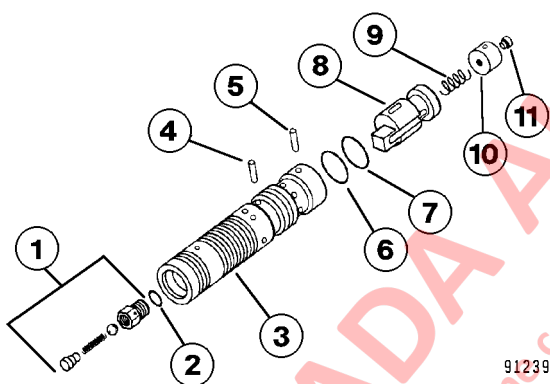

FIGURA 6-5. CONJUNTO DEL CARRETE DEL AMPLIFICADOR
2. Desmonte el tapón de la válvula de alivio (20) y el sello (5). Utilice una llave Allen para tornillos de cabeza hexagonal de 8 mm para desmontar el conjunto de la válvula de alivio (19). Luego, desmonte el sello de acero (6).
3. Utilice una llave Allen para tornillos de cabeza hexagonal de 13 mm para desmontar el tornillo (11) y la arandela de seguridad (12) de la cubierta posterior (15). Utilice una llave Allen para tornillos de cabeza hexagonal de 13 mm para desmontar los tornillos (13) y las arandelas de seguridad (14). Desmonte la cubierta posterior (15).
4. Desmonte el tope del resorte (22) y el resorte (30), después retire el tope del resorte (23) y los resortes (28) y (29). Desmonte los O-ring (1) y (2) de la cubierta posterior (15).
5. Desmonte el control de resorte (24) y el carrete principal (37). Desmonte el carrete de la válvula de prioridad (41). Desmonte el control de resorte (24), los resortes (28) y (29) y el tope del resorte (23) de la carcasa (40).
6. De ser necesario, desmonte el conjunto del carrete del amplificador (25) y déjelo a un lado para volver a ensamblarlo más tarde (consulte la Figura 6-5).
7. Desmonte la válvula de impacto y de succión (21), luego colóquela a un lado para continuar con el desarme, de ser necesario.
8. Utilice una llave Allen para tornillos de cabeza hexagonal de 13 mm para desmontar el tornillo (11) y la arandela de seguridad (12) de la cubierta posterior (16). Utilice una llave Allen para tornillos de cabeza hexagonal de 13 mm para desmontar los tornillos (13) y las arandelas de seguridad (14). Desmonte la cubierta posterior (16).
9. Instale los O-rings (1), (2) y (3). Desmonte el resorte (17).
10. Desmonte la válvula de impacto y de succión (42), luego colóquela a un lado para continuar con el desarme, de ser necesario.
11. Desmonte el tornillo regulador (27), el tornillo regulador (33) y la válvula de retención (34).
NOTA: Solo desarme el conjunto del carrete del amplificador si debe reemplazar el O-ring (2, Figura 6-5), el resorte (9) o el tapón regulador (11). De lo contrario, reemplácelo como una unidad completa. Consulte los pasos 12 y 13.
12. Desmonte el anillo de retención (7, Figura 6-5), el pasador (5), el tapón (10) y el resorte (9). Desmonte el anillo de retención (6), el pasador (4) y el carrete interno (8).
13. Desatornille la válvula de retención (1) y desmóntela. Desmonte el O-ring (2) y luego desmonte el tornillo regulador (11) del tapón (10).